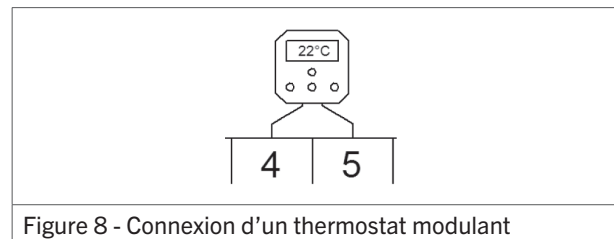

Figure 8 - Connexion d'un thermostat modulant
1. Connectez les deux fils de commande aux bornes 4 et 5 (voir figure 8 ou le schéma de câblage électrique au §11).